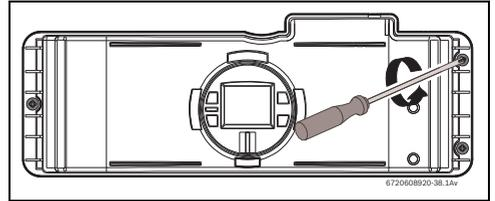

Fig. 35
- ▶ Aflojar tres tornillos en la parte delantera de la caja electrónica (Fig. 35 y 36, pos.1).